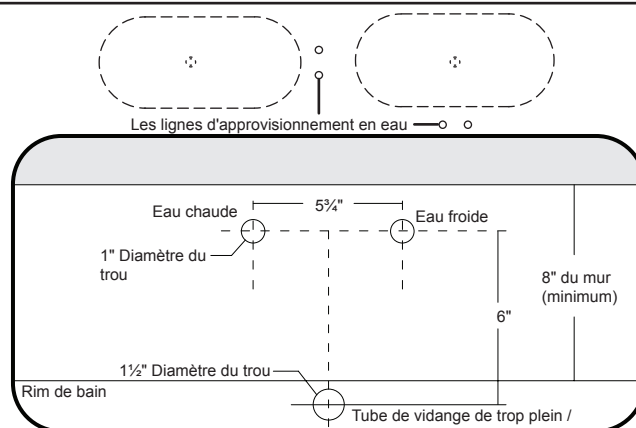

Figure 7. Sécuriser la baignoire
- Mesure n° 6 "du centre de la ligne d'approvisionnement en eau au centre de l'ouverture drain de la baignoire (Figure 7).